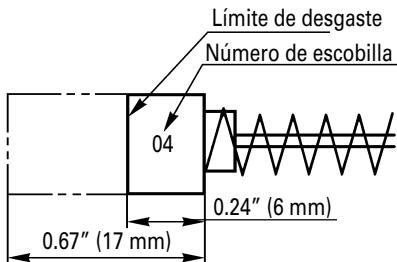

Fig. 31
4. Inspección de las escobillas: (Fig. 31)
NOTA: Utilice la escobilla Nº 04 de HITACHI indicada en la Fig. 31.